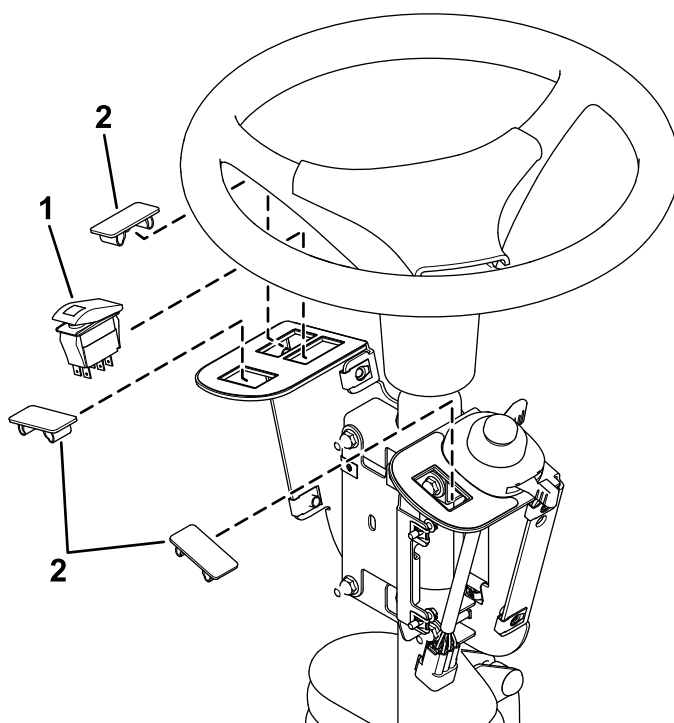

**Figura 5**
2. Instale el interruptor multifunción en el soporte de los interruptores y sujételo usando las grapas circulares debajo del orificio del interruptor (Figura 5).